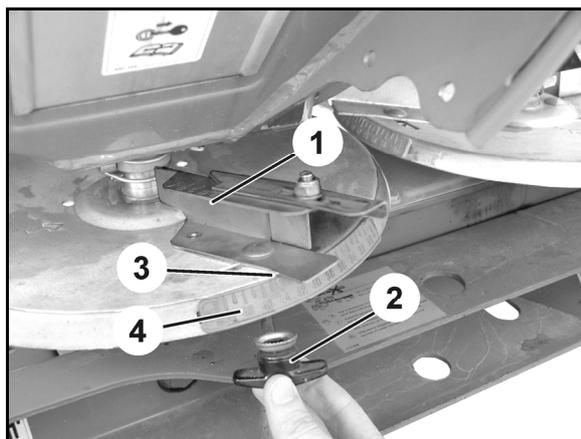

図 80
5. 境界散布偏向板 (図 80/1) を蝶ナット (図 80/2) で散布ディスクに取り付けます。
6. 読み取りエッジ (図 80/3) は散布表に従い、目盛り (図 80/4) で設定し、蝶ナット (図 80/2) を再び締め付けます。